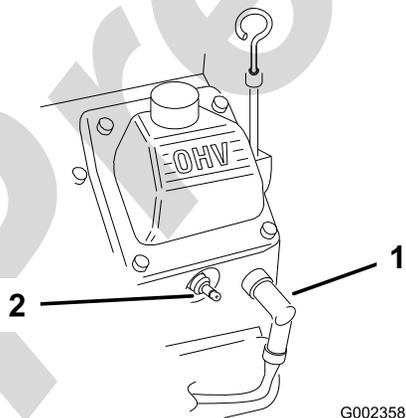

Рисунок 51
2. Отсоедините провода от свечей зажигания (Рисунок 51).